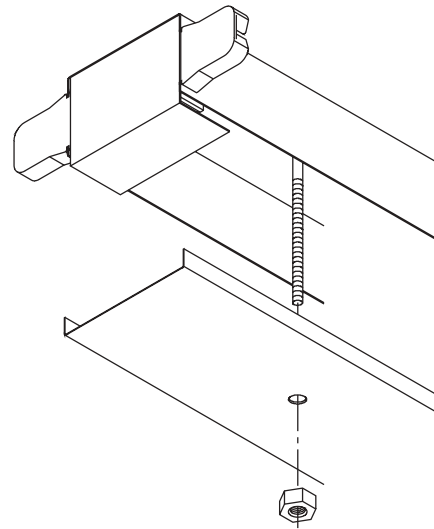

Fig. 10
8. Attach the wireway cover, by grasping cover with flanges facing upward. Align the holes with the carriage bolts hanging from the base. Slide the cover upward and secure the cover in place with (2) hex nuts. **See Figure 10.**
8. Poser le couvercle du passe-fils. Le saisir rebords vers le haut, aligner les trous sur les boulons de carrosserie sortant de la base. Glisser le couvercle vers le haut, recouvrant tous les fils, puis fixer solidement à l'aide des (2) écrous hexagonaux. _____ **Voir la figure 10.**